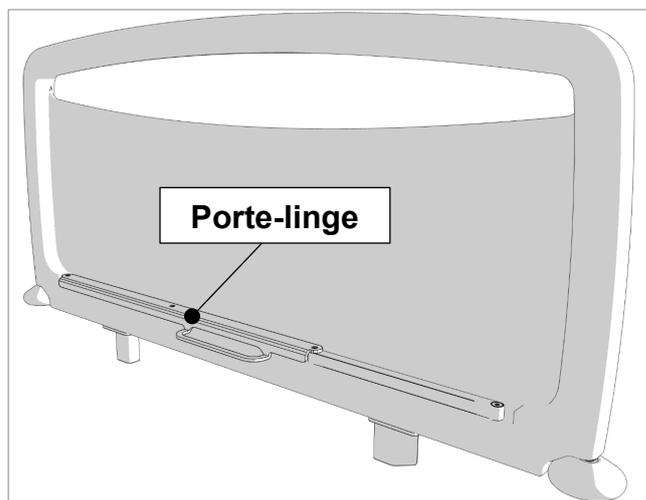

Figure 8.7
8. La tête et le pied de lit ne sont pas identiques. Le pied de lit peut être identifié par l'inclusion d'un porte-linge, comme le montre la Figure 8.7.